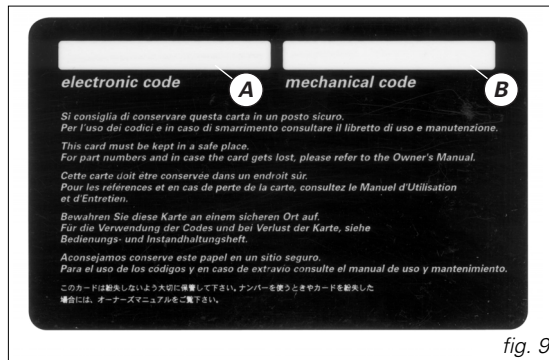

fig. 9
A) (fig. 9) il codice elettronico, da utilizzare in caso di blocco motore e quindi mancata accensione dopo il **key-on**.
B) (fig. 9) il codice meccanico delle chiavi, da comunicare alla rete assistenziale DUCATI in caso di richiesta di duplicati delle chiavi.